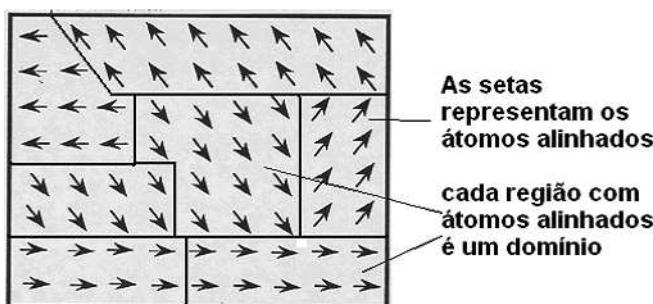

Figura 140 – Domínios num material desmagnetizado
**Ferromagnéticos** – os materiais ferromagnéticos têm uma grande susceptibilidade magnética sendo fortemente atraídos pelos imãs, e ainda podem ser capazes de reter as propriedades magnéticas, mesmo depois que o campo é removido, ou seja, são magnetizáveis. Esses materiais devem suas propriedades à presença de domínios magnéticos. Os domínios são regiões formadas por uma grande quantidade de átomos que possuem seus elétrons alinhados, conforme mostra a figura 140.